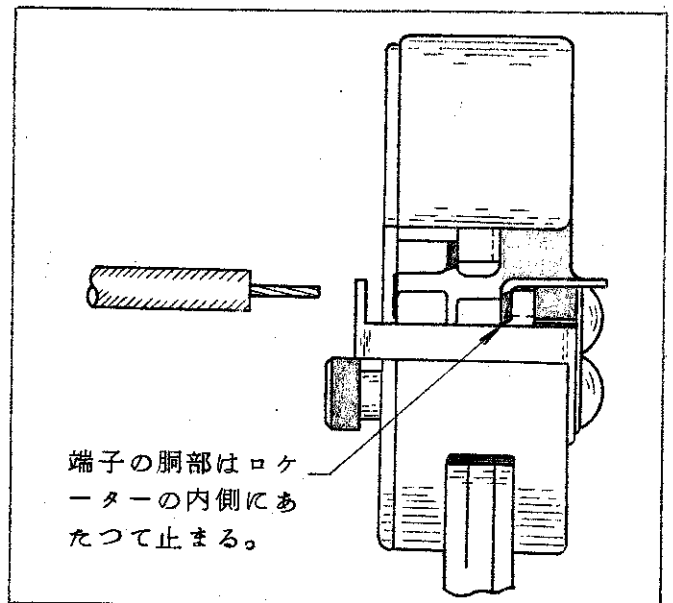

図 3
- (b) 端子胴部を図3に示す様にロケーターに当る位置までさし込みます。端子舌部はロケーターの上部に位置します。